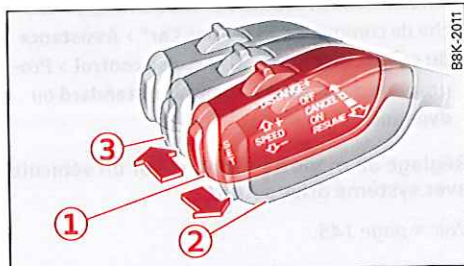

Fig. 136 Levier sélecteur
Condition : le système adaptive cruise control est activé ⇒ fig. 136 ①.
- Vous pouvez à tout moment mémoriser une nouvelle vitesse en pressant la touche **[SET]** ⇒ fig. 136.